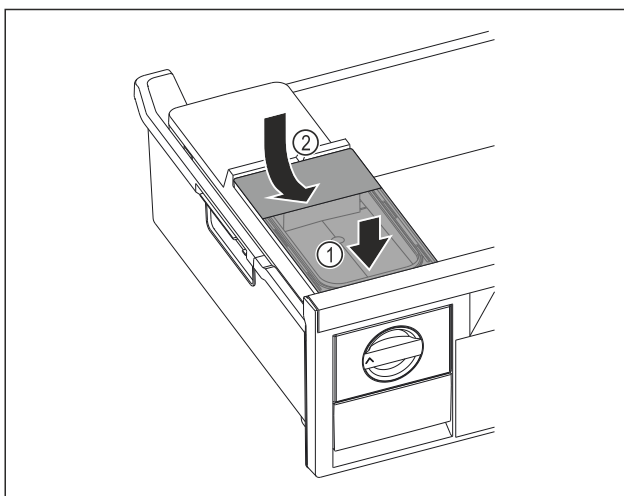

Fig. 122
- ▶ 放置水箱前部。 Fig. 122 (1)
- ▶ 放下水箱后部。 Fig. 122 (2)